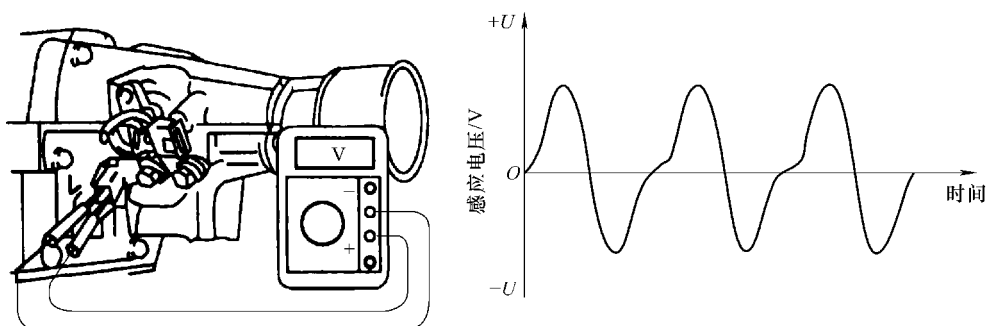

图 6-37 车速传感器脉冲电压的测量
(1) 开路检测 拔下车速传感器插接器插头,用万用表测量传感器两接线端子间的电阻。不同车型自动变速器的这种车速传感器感应线圈的电阻值不同,一般为几百到几千欧姆。
(2) 模拟检测 将车支起,用手转动悬空的驱动车轮,同时用指针式万用表测量车速传感器的两接线端子间有无脉冲感应电压。如果万用表指针有摆动,说明传感器有输出脉冲电压,传感器工作正常;否则,说明传感器有故障,应进一步检查传感器转子及感应线圈是否脏污。如果脏污,应进行清洁,然后再进行测试。如果传感器仍无脉冲电压产生,则说明传感器已经损坏,应进行更换。车速传感器脉冲电压的测量如图 6-37 所示。